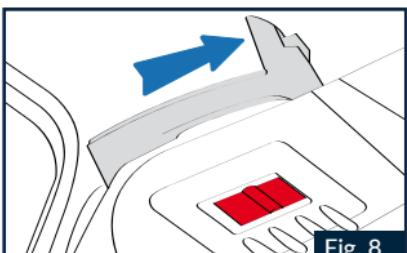

Fig. 8
2.1 Das Kinntteil des Helms schließen (falls offen) und überprüfen, ob sich die seitliche Mechanik in der vollständig geöffneten Position befindet (Abb. 8).